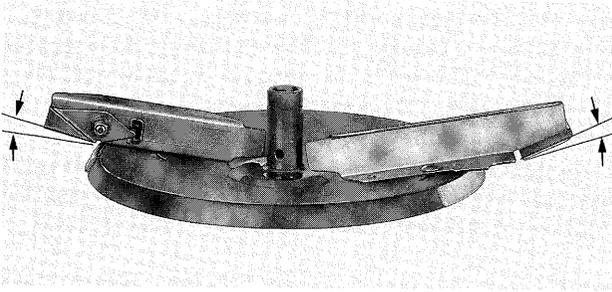

Fig. 7.3
**Für die Spätdüngung Schwenkflügel von Streuschaufeln ohne Lösen der Muttern (werkzeuglos) hochschwenken (Fig. 7.3). Hierdurch wird die Flugbahn des Düngers angehoben.**